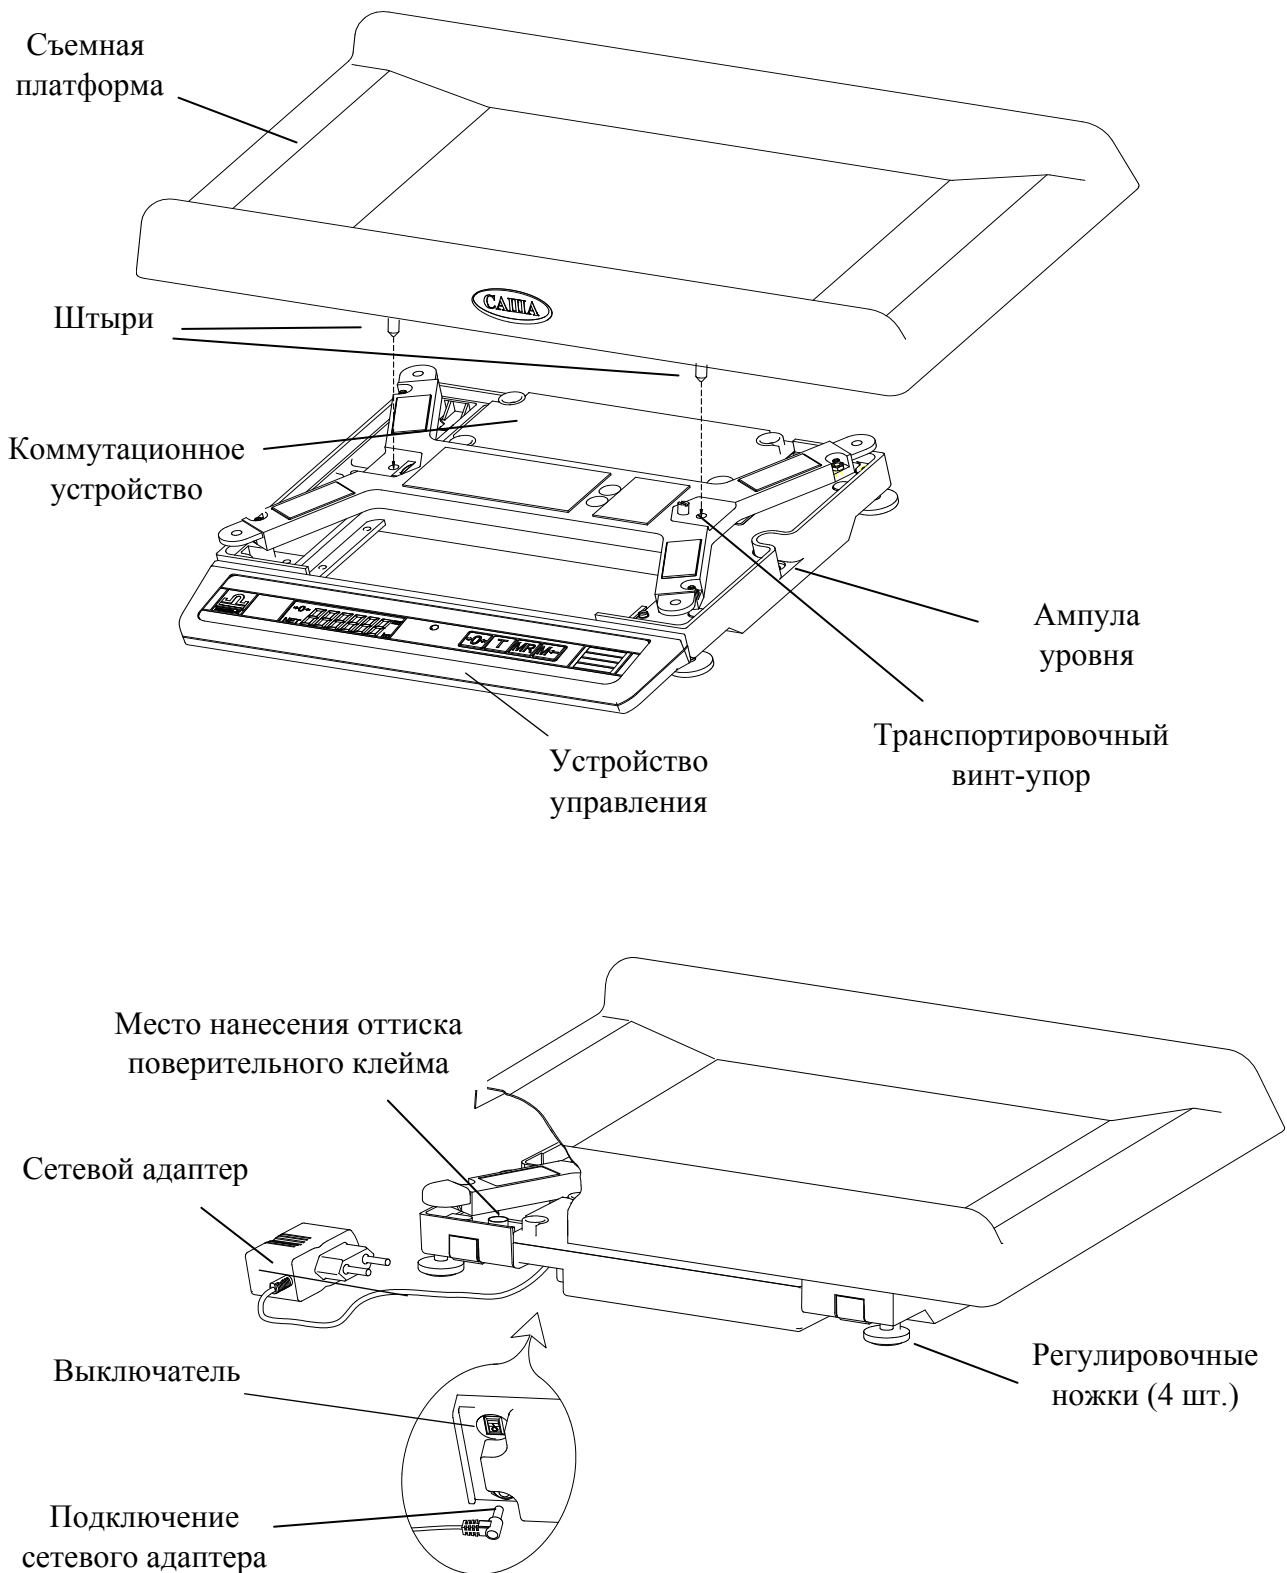

Рис. 5.1- Весы V1-15.3К
6.2 Вывернуть транспортировочный винт-упор, вращая его только против часовой стрелки (Рис. 5.1).
6.5 Установить на весы съемную платформу (направление установки показано пунктирными линиями на Рис. 5.1. Слегка надавить сверху на платформу, обеспечив ее сцепление с весами. Перед включением весы должны быть ненагружены, а платформа не должна касаться посторонних предметов.